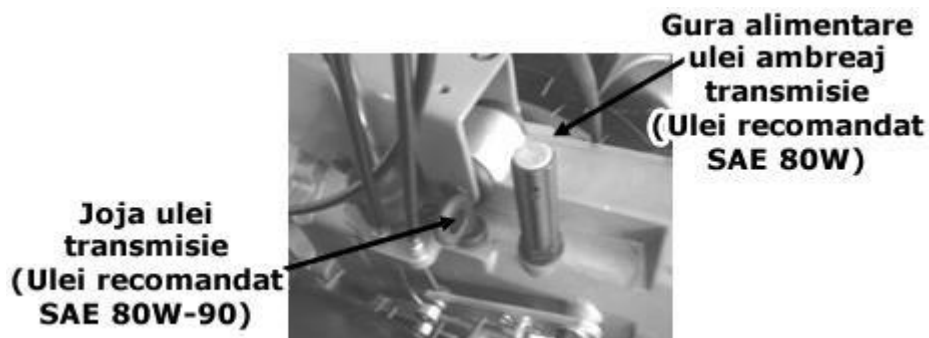

Figura 38
1) Puneți motorul la poziția orizontală, demontați joja și curățați-o. (Consultați Figura 38)